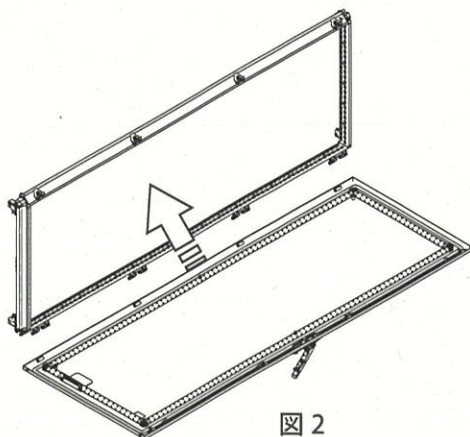

図2
(2) 蝶番ピンのはめ合いが外れていることを確認し、扉と前フレーム枠を外します。(図2)